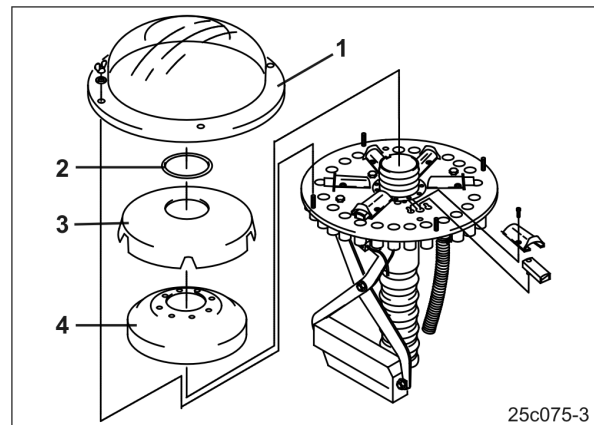

Рис. 106
6. Открутите 3 болта масляного фильтра (Рис. 106/1), замените сменный фильтрующий элемент.
1. Демонтируйте внешнюю крышку распределителя (Рис. 106/1).
2. Демонтируйте кольцо (Рис. 106/2).
3. Демонтируйте внутреннюю крышку распределителя (Рис. 106/3).
4. Демонтируйте пенопластовую вставку (Рис. 106/4).